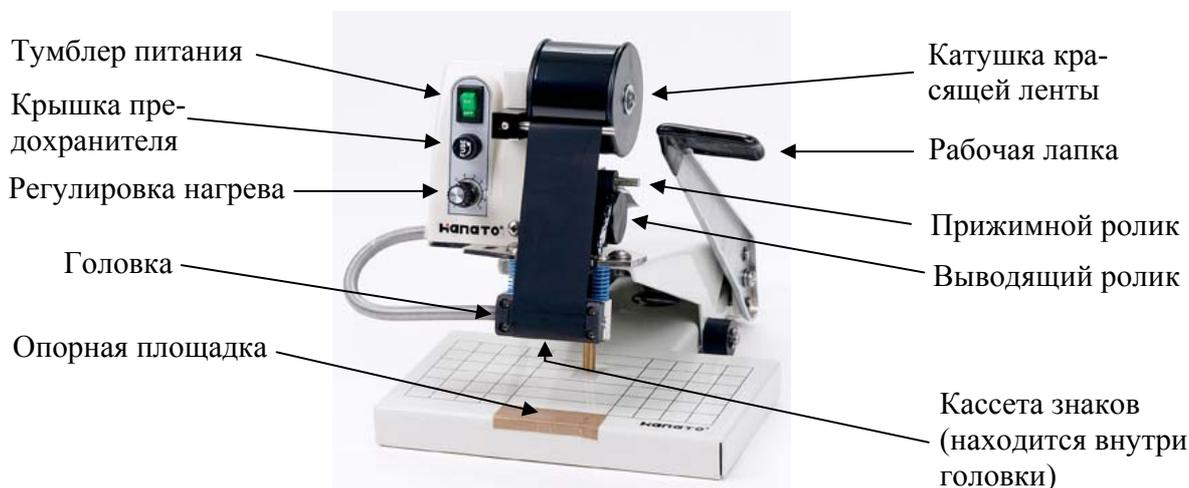

Рис. 1 Общий вид и обозначения
- Если красящая лента заведена под головкой, выведите ее в сторону рабочей лапки. Для ослабления натяжения вращайте катушку красящей ленты (см. рис. 1). Если необходимые для нанесения знаки уже установлены в кассету, а она вставлена в головку, переходите к выполнению следующего действия, пропустив 3 следующих пункта.
- Включите питание аппарата тумблером (см. рис. 1).
Все части аппарата следует содержать в чистоте. Особое внимание необходимо уделять чистоте поверхности головки и опорной площадки (см. рис. 1).